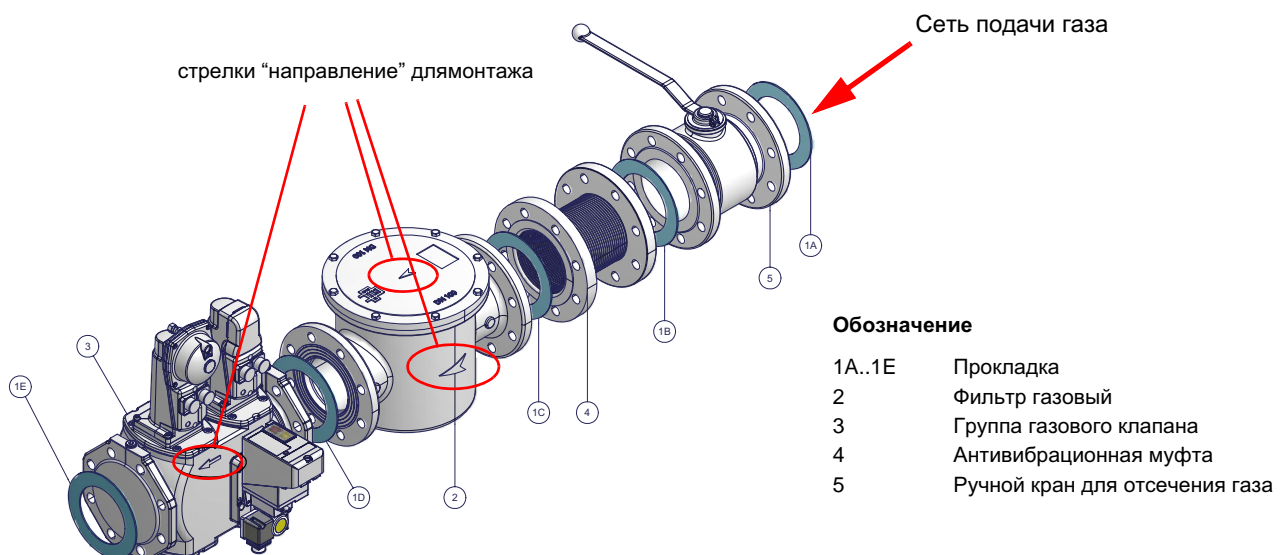

Рис. 5 - Пример газовой рампы
- 1 - б) при фланцевых соединениях: между соседними компонентами устанавливать прокладку (1А..1Е - Рис. 5), совместимую с используемым газом,
**ВНИМАНИЕ:** после монтажа газовой рампы согласно схеме на Рис. 5, необходимо провести тестирование на герметичность газового контура, согласно требований действующих нормативов.
**ВНИМАНИЕ:** после монтажа газовой ramпы согласно схеме на Рис. 5, необходимо провести тестирование на герметичность газового контура, согласно требований действующих нормативов.